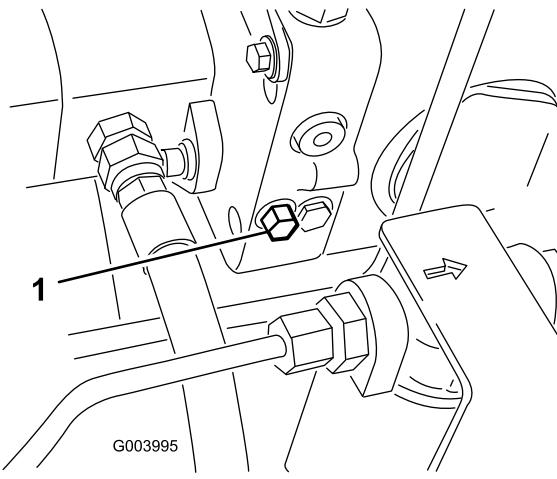

图40
1. 旁通阀位于静液压泵的左侧（图40）。将螺栓旋转 1-1/2 圈，打开旁通阀并允许油在内部分流。由于液体被分流，机器可以缓慢移动，而不会损坏传动装置。